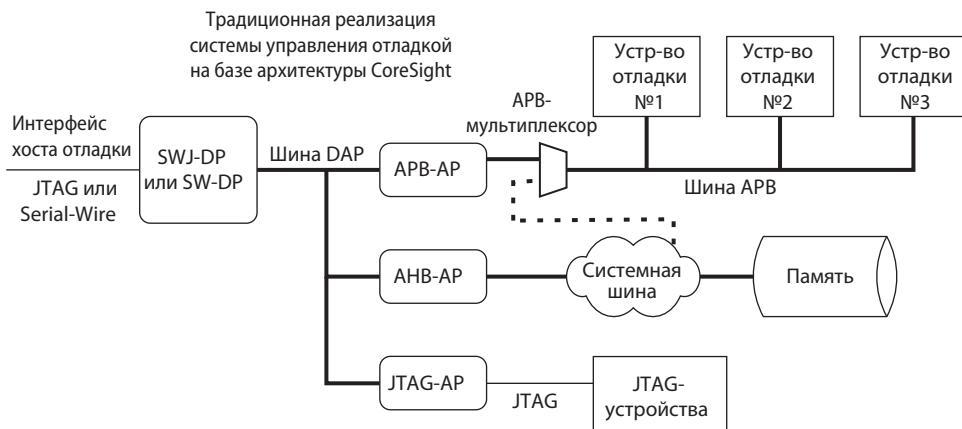

Рис. 15.2. Традиционная система отладки на базе технологии CoreSight.
- Компоненты отладки располагаются в системной области памяти, тогда как в системах со стандартной архитектурой CoreSight для управления компонентами отладки используется отдельная шина со своим адресным пространством. Пример системы, в которой применяется традиционная реализация архитектуры CoreSight, приведён на Рис. 15.2.